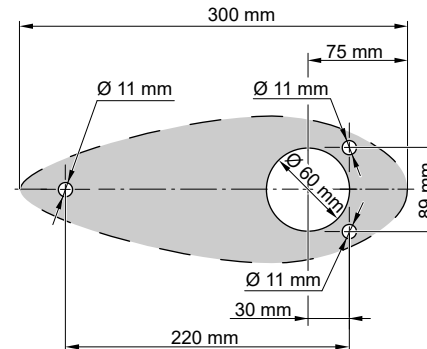

Abb. 9: Abmessungen
- Bohren Sie vier Löcher zur Montage des Pods in den Schiffsrumpf, **siehe "Abb. 9: Abmessungen"**. Falls erforderlich, verwenden Sie den angepassten Ausgleichsblock als Bohr-Schablone.
- Stecken Sie den Ausgleichsblock (4) auf den Einbaufansch (5).